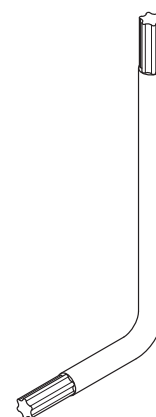
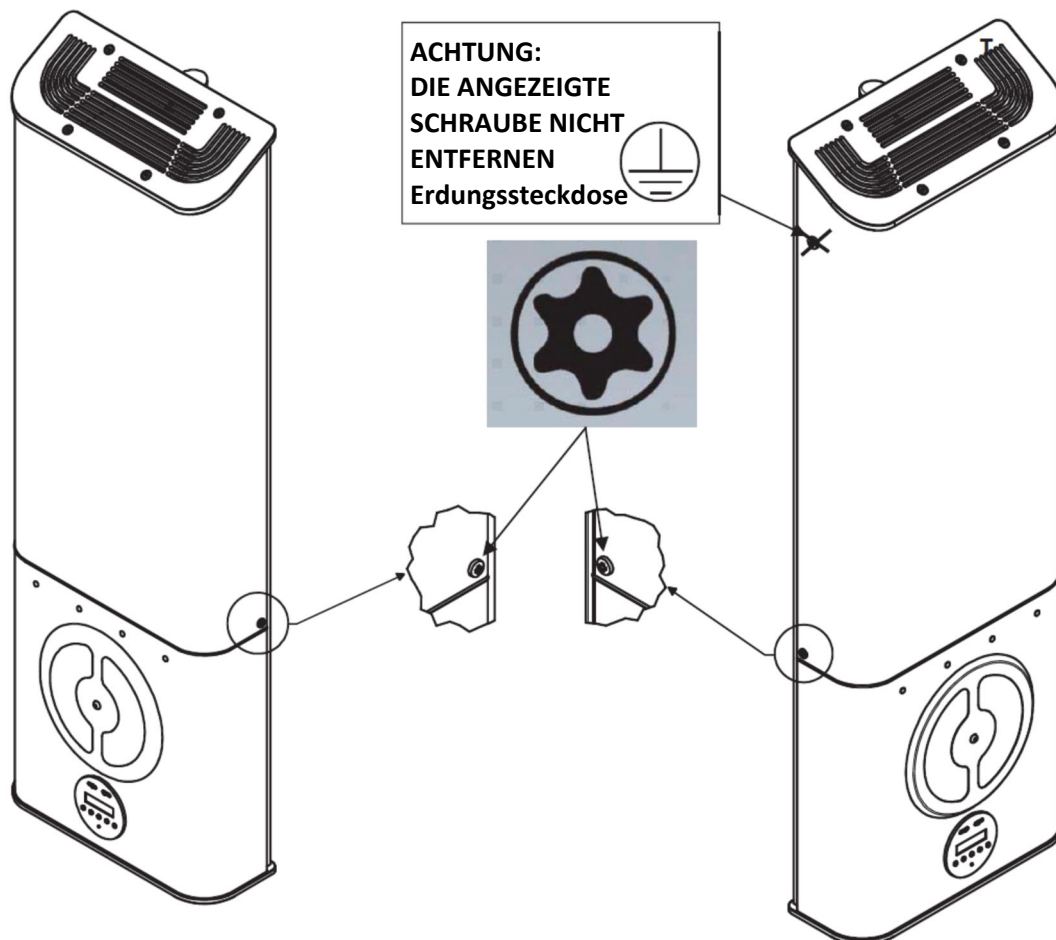

Abb.6
Abb.8
1. Mit Hilfe des mitgelieferten L-Schraubenschlüssels (3MECL0001) für die entsprechenden Sicherheits- TORX Schrauben (Abb.6) die Schraube im vorderen Bereich losschrauben;
1. Mit Hilfe des mitgelieferten L-Schraubenschlüssels (3MECL0001) für die entsprechenden Sicherheits- TORX Schrauben (Abb.6) die schrauben auf den Gehäuseseitenteilen entfernen (Abb.8).